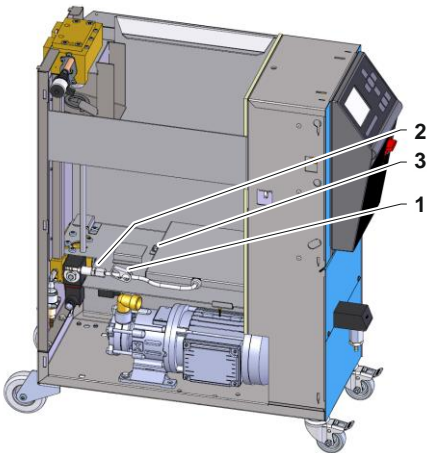

Fig. 1: vue du réservoir
5. Retirer le panier à filtre (17) du réservoir.
6. Pour retirer le récipient à niveau (18), procéder comme suit :
- Comprimer le collier de serrage (marquage 1 → Fig. 1) du récipient à niveau.
- Démontez le raccord à vis du tuyau flexible (marquage 2 → Fig. 1).
- Retirer l'écrou (marquage 2 → Fig. 1) et la rondelle.
7. Si les vis existantes (marquage 2 → fig. 1) sont en laiton, elles doivent être remplacées par des vis en acier spécial (N/ID T18899).
8. Pour installer le récipient à niveau (18), procéder comme suit :
- Placer le nouveau récipient à niveau au fond du réservoir puis le fixer à l'aide d'un écrou et d'une rondelle (marquage 3 → Fig. 1).
- Serrage (marquage 2 → Fig. 1) Brancher le tuyau flexible au raccord adéquat.
- Détacher le collier de serrage (marquage 1 → Fig. 1) du récipient à niveau.
9. Placer le panier à filtre (17) dans le réservoir.